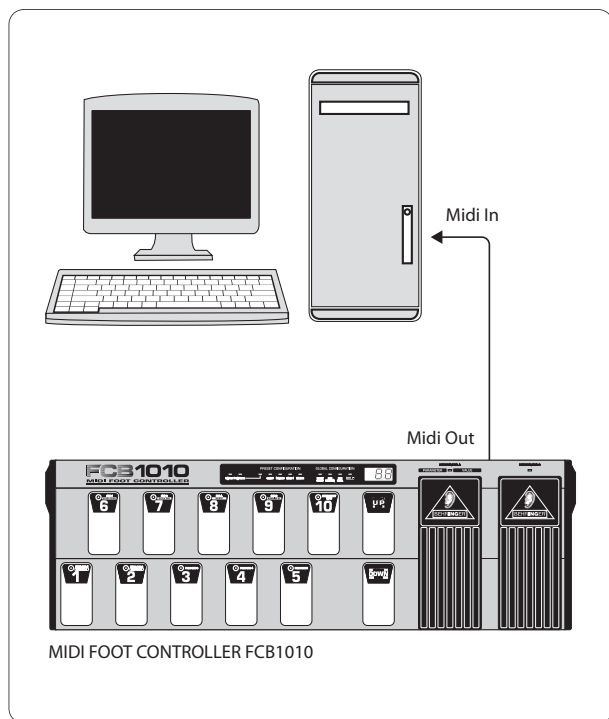

Fig. 2.5: Sådan sendes et SysEx-dump
- Forbind MIDI OUT på FCB1010 med MIDI IN på Deres sequencer/computer (se fig. 2.5).